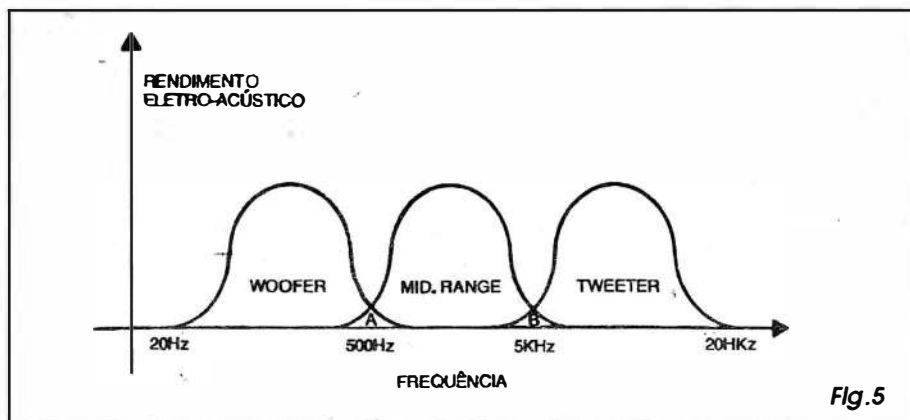

Fig.5
- **FAIXA** - A gama de frequências dentro da qual o alto-falante apresenta rendimento ótimo, é qualificada pelos termos (já explicados) *woofer*, *mid-range* e *tweeter*... De uma forma mais técnica, os fabricantes também costumam indicar os limites inferior e superior das respectivas faixas, em Hertz (Hz), eventualmente até mostrando, na caixa do produto, um pequeno gráfico nos moldes daqueles sugeridos na **FIG. 5...**